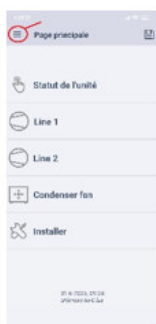

Fig. 11
- En la página principal, abra (Fig. 11) "☰" y luego "Lista de parámetros" (Fig. 12)